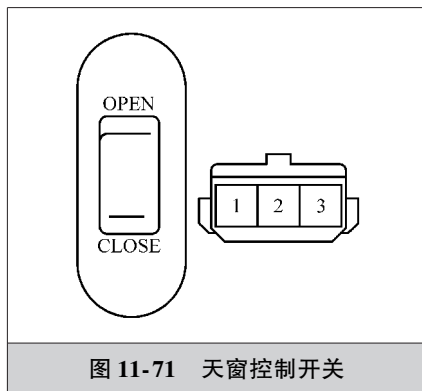

图 11-71 天窗控制开关
2) 如图 11-71 所示, 将天窗控制开关置于 OFF 位置, 用万用表 $R \times 1\Omega$ 档检查该开关 1、2、3 端子间的导通情况, 应不导通。